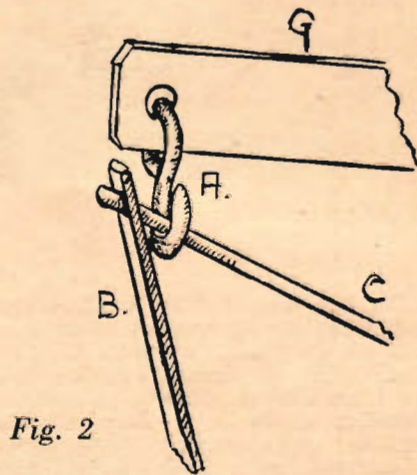
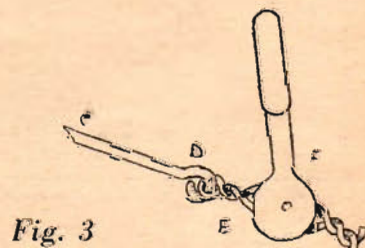

Fig. 2
Fig. 3
cerade vad tillverkningen beträffar. Men detta faktum bör visst icke avskräcka någon hemslöjdare för att med friskt mod ta itu med uppgiften! Fig. 2 visar bänkens olika delar på ett åskådligt sätt, och på fig. 3 visas tidningslådornas konstruktion och utseende.
De fyra böjda benen tillverkas av exempelvis björk och sågas till enligt skissen — fig. 2 nederst. Materialet till benen skall vara lika tjockt som till den ovanför befintliga lådan, således ca 20 mm.
Benen fastsätts medelst limning och förstärkningspinnar enligt skisserna vid den förut beskrivna lådan. För att på bästa sätt kunna anbringa skruvtingarna efter limningen är det klokast att *inte* färdigställa benen före fastsättandet. Såsom skissen visar — fig. 2 nederst — limmar man fast de icke färdigsågade benen, och skruvtingarna fastspänns enkelt sedan man sågat ur lämpliga urtag i bänkbenens ämnen. Sedan limningen torkat, sågar man ut benens konturer, och den inre bågformiga linjen finhyvlas medelst en rundhyvel. Alla övriga delar renfilas och putsas med sandpapper.
Locket förses med stoppning, som kan bestå av träull, vadd eller krollsplint. Först förses man lockets kanter med en "vulst" enligt fig. 2. Sedan fylls utrymmet i mitten med stoppningsmaterial varefter säckväv e. d. anbringas över alltsammans. Ovanpå säckväven spänner man efter råd och lägenhet möbeltyg, läderimitation eller äkta läder. Såväl vävens som ovanbeklädnadens kanter fastspikas på plattans undersida medelst plattuvad spik.
Slutligen tillverkar man de två förvaringslådorna för tidningarna. Dessas utseende framgår tydligt av fig. 3. Som material användes 6 mm tjock björkplywood. Mellanskivorna i lådorna hjälpa till att skilja tidningarna åt, så att icke alltför tjocka travar kunna samlas i varje fack. De skilda delarna limmas och skruvas tillsammans enligt skissen och lådorna ytbehandlas därefter på samma sätt som benen.
Till slut fastskruvas lådorna så som visas på skissen överst på fig. 2 och möbeln är färdig att ställas på sin plats!
- 1) Öppna den S-formade kroken (A) ovanför "gradinställningen" (B), så att denna går lätt att haka av och på.
- 2) Tag en ganska tjock järn- eller mässingstråd, C (lämplig diameter 2,5—2,9 mm) och böj den i ena ändan, så att det blir en liten ögla (D).
- 3) Fäst denna ögla med en smalare järntråd (Fig. 3 E) vid något lämpligt ställe på värmepannan, så att den långa tråden kan svänga obehindrat upp och ner. Det bör vara så litet glapprum som möjligt i "leden".
T. v. (fig. 2) ses modern vägövergångssignal. Originalmåttan är utsatta, varför man kan utföra signalen för vilka skalor som helst. T. h. har vi en (fig. 3) dvärgsignal med fyra ljusöppningar. Även här finnes originalmåttan utsatta men dessutom kan nämnas att signalen är klicherad i skala 1:10. Hela signalen ska målas svart och om man gör den icke-arbetande bör ljusöppningarna markeras med vita färgprickar.
Vid vägövergångar har vi en typisk elektrisk vägövergångssignal med tvåfärgslykta för en lysriktning samt konsolmontage. En sådan signal kan Ni studera nästan var som helst. Byggsättet för modellsignaler kommer vi att längre fram tala om. Vägövergångssignalen finner Ni på fig. 2. Två sådana monterades upp på Rallersta-anläggningen för att skydda en vägövergång.
De olika signalerna vid Rallersta station återfinnes i ritning i denna och följande artikel. Fig. 1 visar en dvärgsignalinstallation av Agas fabrikat, och anordningen kallas ETDB-143 för den som är intresserad och vill förfråga sig i detalj om den. Fig. 2 har vi redan talat om och fig. 3 är en dvärgsignal med 4 ljusöppningar från Avos i Örebro. I HO är det oerhört svårt att utföra signalen lysande i exakt skala. På SJ-anläggningen var också alla signaler icke-arbetande. Man kan dock genom att överdimensionera de olika signalerna använda sig av de minsta lampor som någonsin gjorts. Luma har för SJ-anläggningen tillverkat lampor med 3 mm diameter! Dessa användes i loken, men passar mycket bra för signaler. TFA:s Hobbytjänst kan lämna närmare upplysningar om dem, däremot lönar det sig inte att ringa Luma direkt. Observera att signalen fig. 3 målas svart.
På fig. 5 har vi en vanlig infartssignaltyp med tre ljusöppningar. Mellanskenet är rött. I verkligheten är signalen monterad på betongmast varför det går mycket bra att gjuta den i lödtennlegering. I annat fall kan man fila ut masten ur fyrkantsmässing. Fig. 6 slutligen bör jämföras med fig. 3. Här ser vi dvärgsignalen monterad på sin rätta plats.